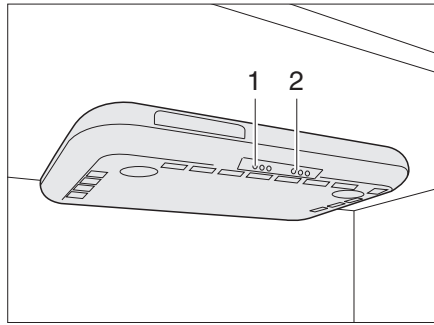

Bild 238 Dunstabzug
- Den Dunstabzug mit dem Schalter (Bild 238,1) ein- und ausschalten.
- Die Kochstellenleuchten mit dem Schalter (Bild 238,2) ein- und ausschalten.